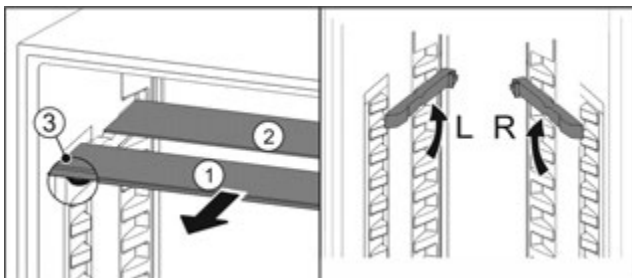

Fig. 45
- ▶ Посуньте Fig. 45 (1) скляну панель вперед.
- ▷ Скляна панель Fig. 45 (1) з декоративною планкою лежить спереду.
- ▷ Стопори Fig. 45 (3) показують вниз.